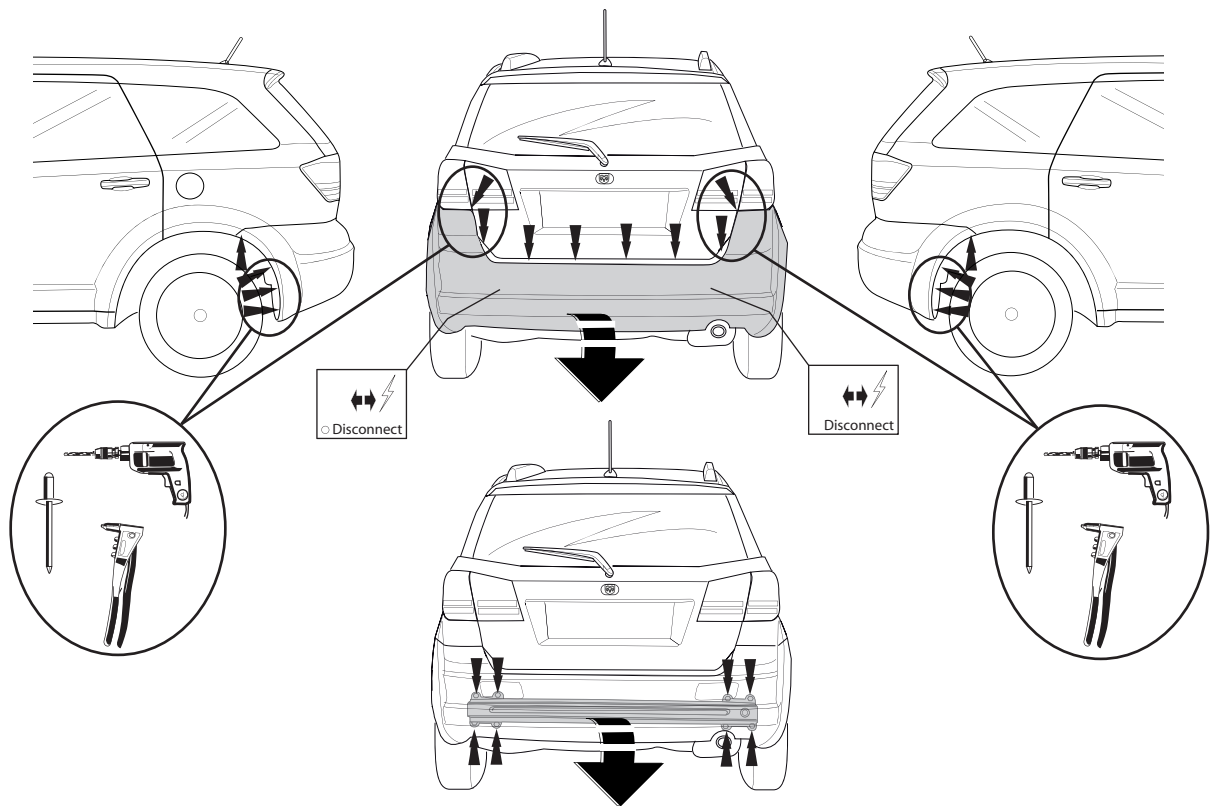

Fig. 1
1. Снять бампер вместе со стальным буферным брусом автомобиля; буферный брус больше не понадобится. См. рисунок 1.